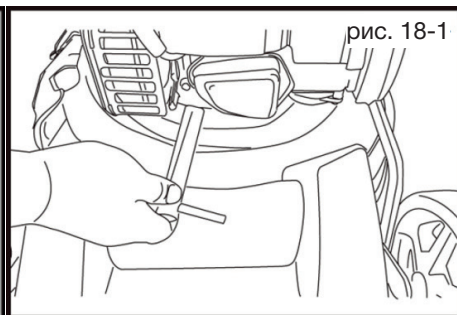

рис. 18-1
3. Открутите свечу зажигания с помощью торцевого ключа (входит в комплект поставки) (см. рис. 18-1).